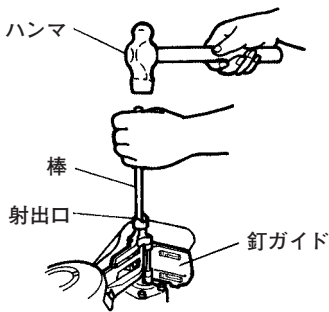

図 21
- 釘をマガジン内より抜き取り、釘ガイドを開き、射出口から細い棒を入れハンマでたたきます。(図 21)